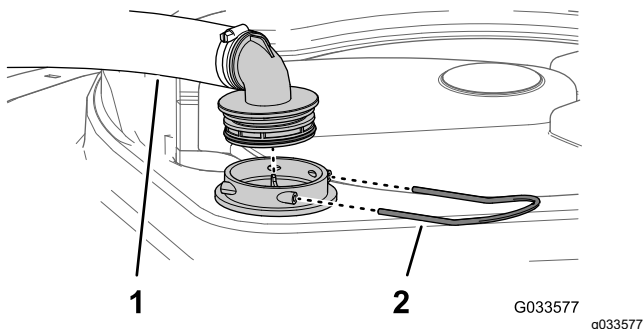

図 87
2. タンク上部で、フィルタハウジングからの太いホースについているフィッティングを固定しているリテーナを外す 図 87。
3. フィルタハウジングからホースとフィッティングを取り外す 図 87。